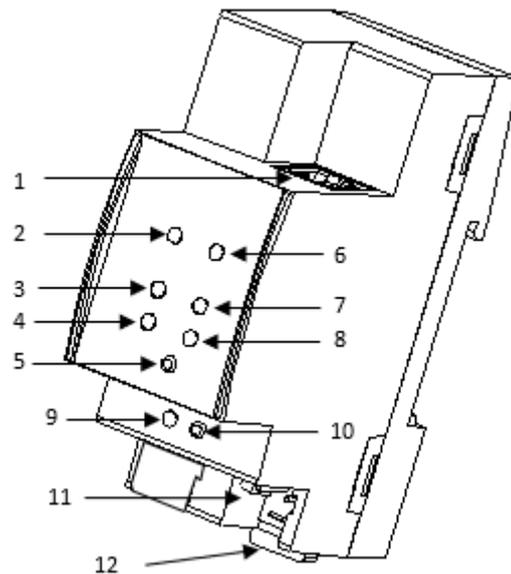

Figura 2 Diagrama de elementos
La Figura 2 muestra un esquema con todos los indicadores led y todas las conexiones necesarias. Este dispositivo no requiere de alimentación externa puesto que se alimenta a través del bus KNX.
Para que el Zennio KNX-IP Router PLess entre en el **modo de programación**, deberá presionarse el botón de programación (10) mostrado en la Figura 2. Después de una breve pulsación, el led de programación (9) se iluminará en rojo.
Zennio KNX-IP Router / Interface PLess incorpora un pulsador adicional en la cara superior, junto a los ledes de estado (ver (5) en la Figura 2) para: